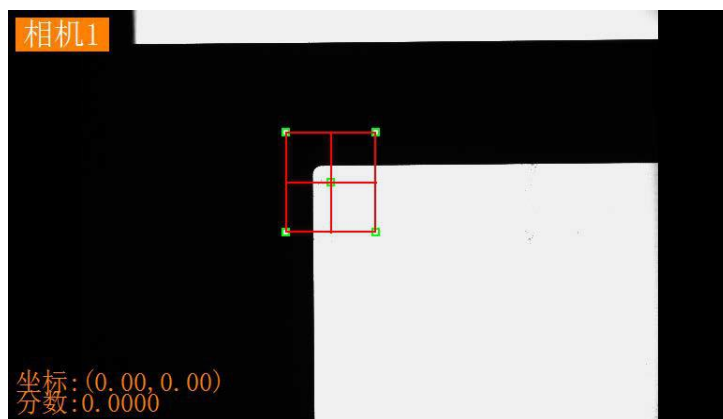

图 2-18
b. 方形: 选择方形-“轮廓/灰度”工具 (弹出如下图 2-18 所示)